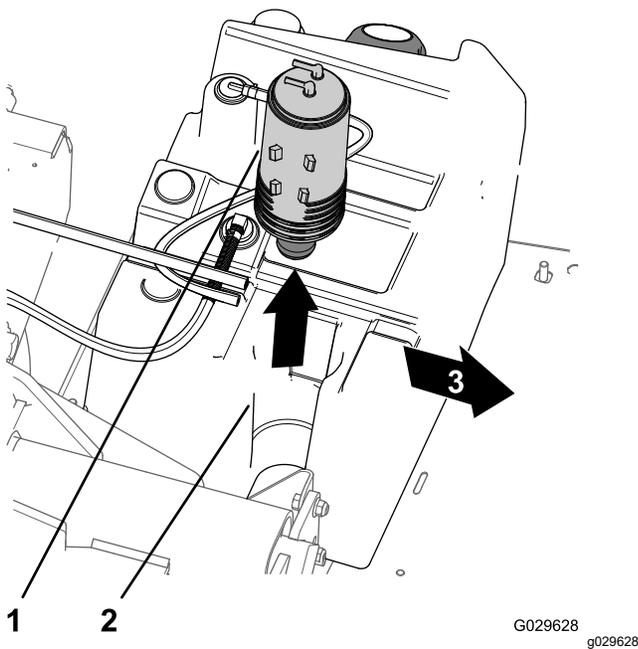

Figura 50
- Levante o recipiente de carbono da montagem do recipiente de carbono no depósito de combustível (Figura 50).
7. Insira o novo recipiente de carbono na montagem do recipiente de carbono do depósito de combustível com as uniões purga e depósito de combustível alinhadas para trás (Figura 50).